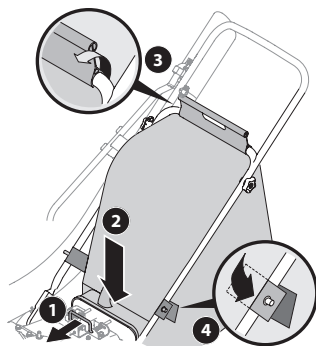

Figure 6
1. Tenez la poignée du sac d'une main et, de l'autre main, faites glisser la tige de verrouillage sur le support de montage vers le moteur. Utilisez l'extrémité du support de montage comme appui lorsque vous faites glisser la tige de verrouillage. Voir Figure 6.
4. Placez les sangles inférieures du sac autour de la poignée inférieure en les fixant sur les goujons. Voir Figure 6.